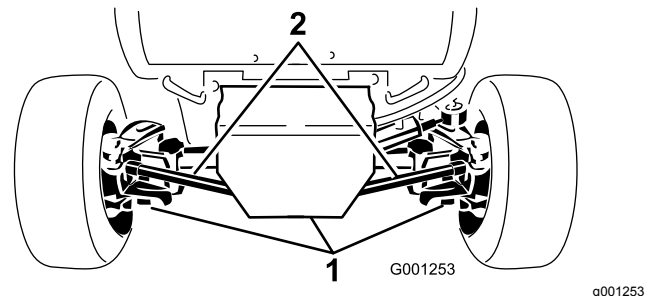

Figure 62
2. Nettoyez la surface autour des 3 bouchons de vidange (Figure 62).